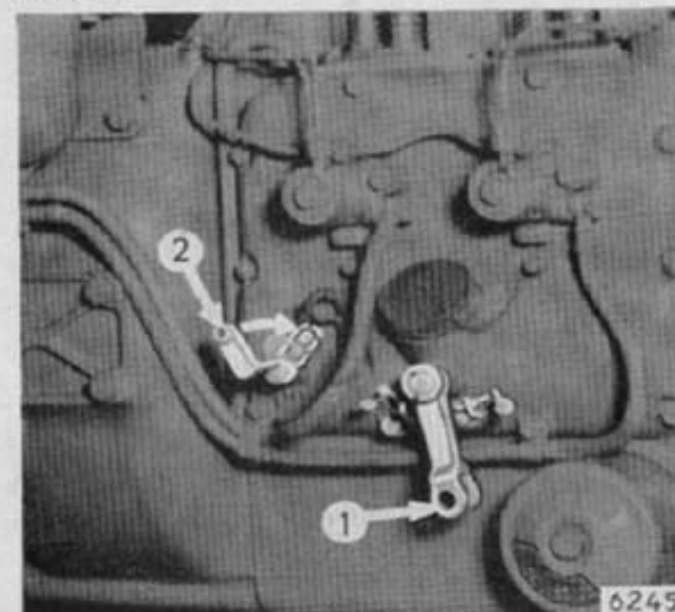

Bild 12
1. Drehzahlverstellhebel 1 (Bild 12) auf Leerlaufstellung stellen.